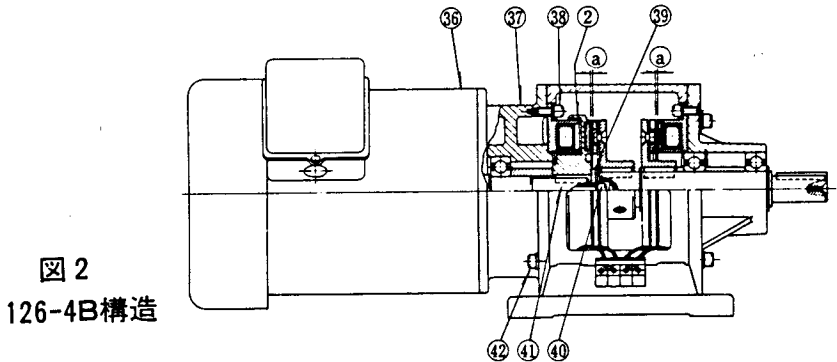
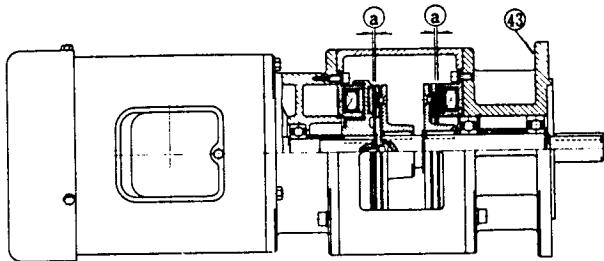

図2
図3
126形(図2,3)：クラッチブレーキ部は上記125形と同様です。入力部は、ハウジング⑫に直接モータ⑳が固定されており、ロータ②はモータ軸④上に取付けられます。4B形はベース取付け形(図2)、4F形はフランジ取付け形(図3)です。